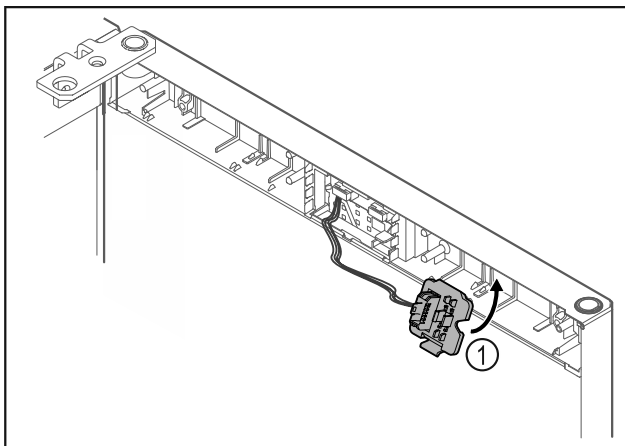

Fig. 23
- ▶ Držalo vtiča Fig. 23 (1) pritrдите na nasprotno stran.